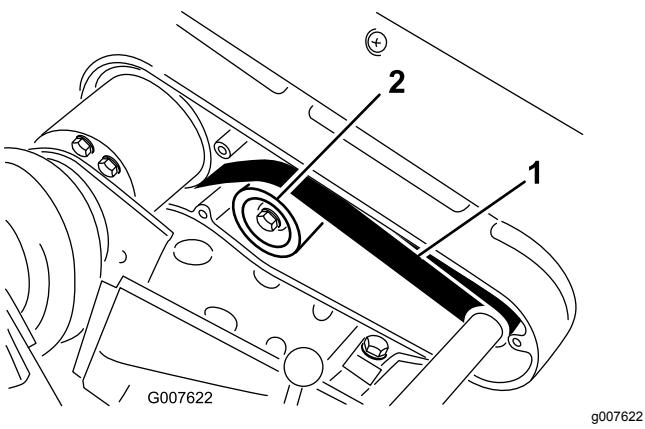

Figure 40
2. Contrôlez la tension en exerçant une force de 22 à 26 N sur le brin à mi-distance entre les poulies (Figure 40).
- Desserrez l'écrou de fixation de la poulie de tension et faites pivoter la poulie dans le sens horaire contre l'arrière de la courroie jusqu'à ce que vous obteniez la tension voulue (Figure 40).